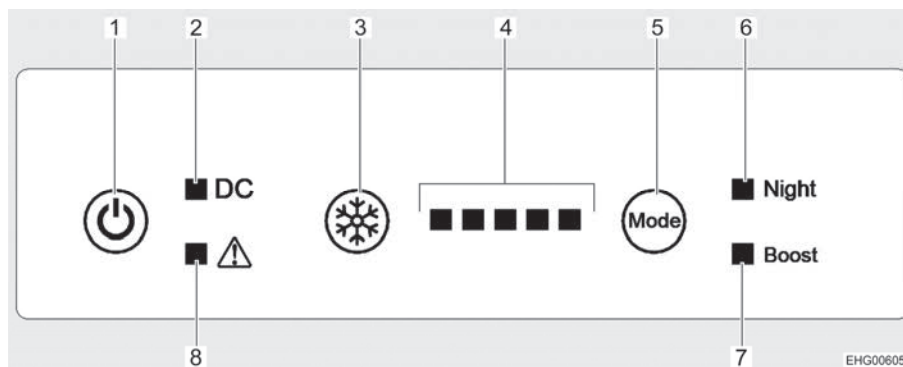

Fig. 132 Elementos de mando (frigorífico)
Conectar: ■ Presionar la tecla On/Off (Fig. 132,1) por 1 segundo. Suena el zumbador, se encienden todas las luces de control (prueba de luces) y se apagan al cabo de unos 10 segundos. La luz de control Funcionamiento (Fig. 132,2) permanece encendida e indica que el frigorífico está funcionando. El compresor arranca después de un breve retardo.
■ Pulsar el interruptor de encendido/apagado (Fig. 132,1) durante 10 segundos. Suena el zumbador y se apagan todas las luces de control.
Ajustar el nivel de refrigeración: ■ Pulsar la tecla para el nivel de refrigeración (Fig. 132,3) repetidamente hasta que se visualice el nivel de refrigeración deseado. Tanto más luces de control (Fig. 132,4) estén encendidas, tanto más alta será la potencia frigorífica (y también el consumo de energía).
Conectar el modo nocturno: ■ Pulsar la tecla Modo de funcionamiento (Fig. 132,5) repetidamente hasta que la luz de control Modo nocturno (Fig. 132,6) esté encendida. Ahora, el frigorífico estará funcionando en el modo nocturno.
- Pulsar la tecla Modo de funcionamiento (Fig. 132,5) repetidamente hasta que la luz de control Modo nocturno (Fig. 132,6) se apague. El frigorífico estará funcionando en el modo normal.
- Pulsar la tecla Modo de funcionamiento (Fig. 132,5) repetidamente hasta que la luz de control Modo Boost (Fig. 132,7) esté encendida. Ahora, el frigorífico estará funcionando en el modo Boost.
- Pulsar la tecla Modo de funcionamiento (Fig. 132,5) repetidamente hasta que la luz de control Modo Boost (Fig. 132,7) se apague. El frigorífico estará funcionando en el modo normal.